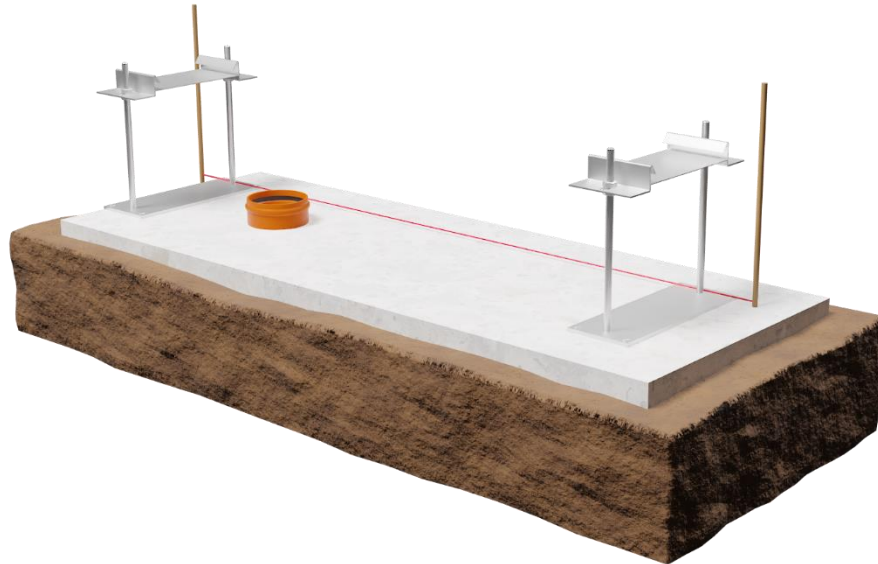

Abbildung 2
- 2) Die Installation der Einbaustützen erfolgt auf einer Sauberkeitsschicht aus Beton – **siehe Abbildung 2.**